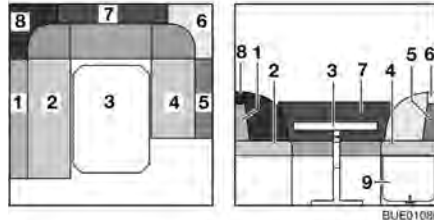

Bild 89 Före ombyggnaden
- Bygg om bordet (Bild 89,3) till sängbotten (se avsnitt 6.11).
- Lås upp förlängningen till sänglådan (Bild 89,9) och fäll upp den.